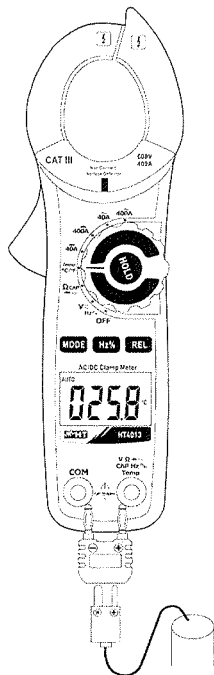

Fig. 8: Uso della pinza per misura di Temperatura
3. Inserire la sonda a filo tipo K in dotazione nei terminale di ingresso **VΩ→→CAPHz%Temp** e **COM** tramite l'opportuno adattatore, rispettando la polarità mostrata in Fig. 8. Il valore della temperatura è mostrato a display